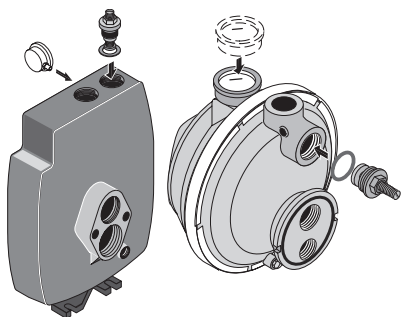

Figure 1 - Poser la vanne de réglage et le manomètre
2. Poser la vanne de réglage et le manomètre dans le corps de la pompe (voir la Figure 1).